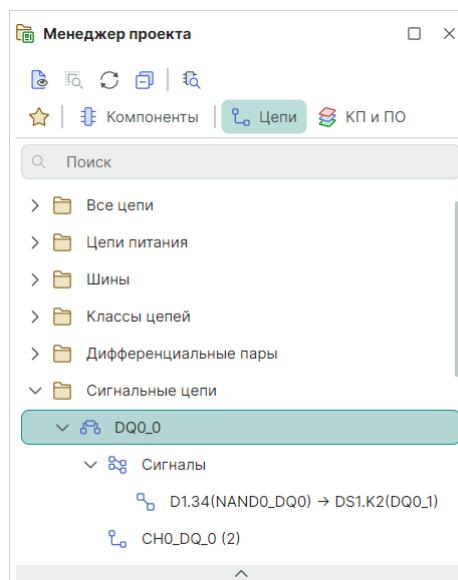

Рис. 146 Отображение сигналов в панели «Менеджер проекта»
8. Созданный сигнал или созданные сигналы будут отображаться в составе сигнальной цепи в панели «Менеджер проекта» → «Цепи» → «Сигнальные цепи», см. Рис. 146.